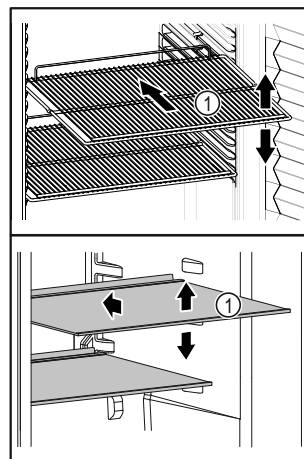

Fig. 20 Beispielhafte Darstellung
- Wenn Ablageflächen Fig. 20 (1) versetzbar sind, Ablageflächen je nach Höhe anpassen.